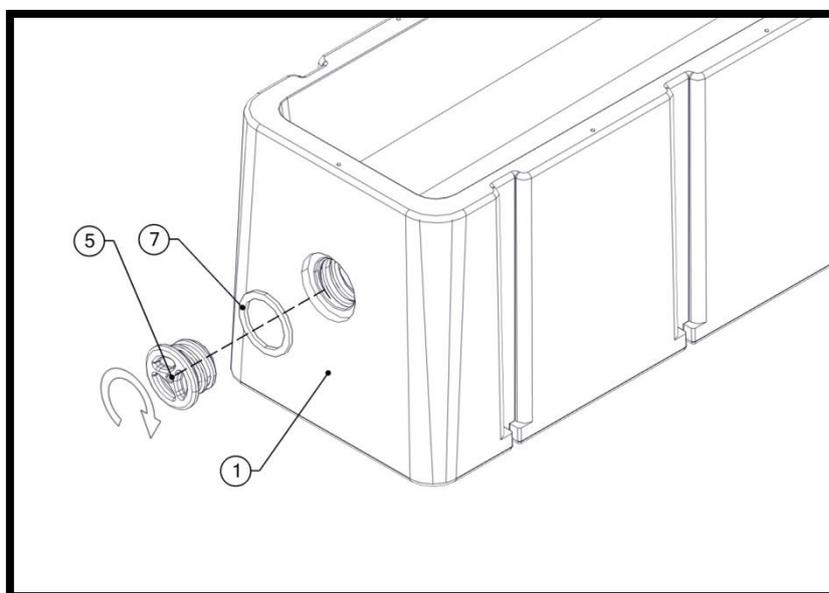

Рис.11
- 9) Проверьте наличие прокладок пробок поз.7 и затяжку пробок ванн поз. 5. На рис.11 крышка ванны поз.2, шары поз.9 и анкера клиновые поз. 10 не отображены.